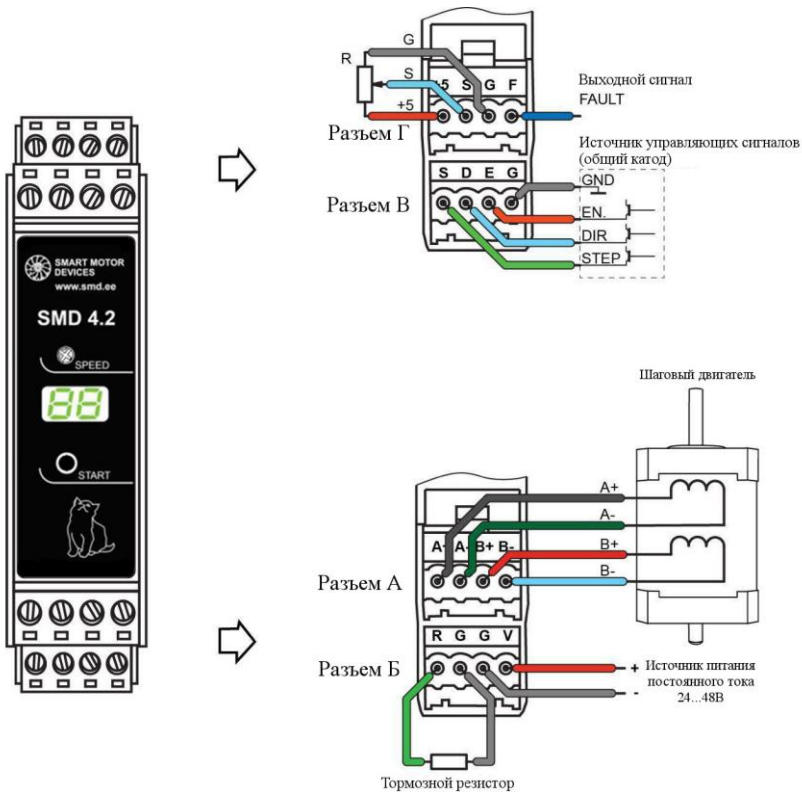

Рис. 1. Разъемы блока управления SMD-4.2DIN
- разъем А для подключения соединительных проводов шагового двигателя (см. рис.1);
- разъем Б для подключения источника питания и внешнего тормозного резистора (см. рис.1);
- разъем В для подключения управляющих сигналов STEP, DIR, ENABLE (см. рис.1);
- разъем Г для подключения внешнего потенциометра или источника аналогового сигнала 0...+5В для управления скоростью вращения в ручном режиме или углом поворота в следящем режиме, а также для подключения к выходу FAULT (см. рис.1);
- потенциометр регулировки скорости и угла поворота в ручном и следящем режиме SPEED (см. рис.1);
- двузначный семисегментный индикатор для отображения режимов работы, состояния блока и кода ошибки (см. рис.1);
При принудительном вращении двигателя со скоростью 120...240 об./мин. (среднее значение за каждые 10 сек) на интервале времени 0...бесконечность, необходимо подключить внешний тормозной (балластный) резистор R=5 Ом P=100Вт. Тормозной резистор подключается к контактам «G» и «R» разъема Б (см. рис.1).